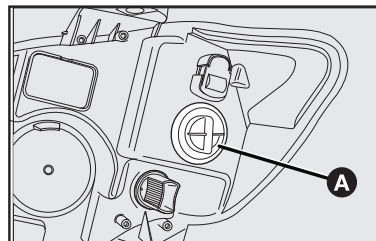

fig. 31
1) Retirar o porta-lâmpadas **A-fig. 31** girando-o no sentido anti-horário;